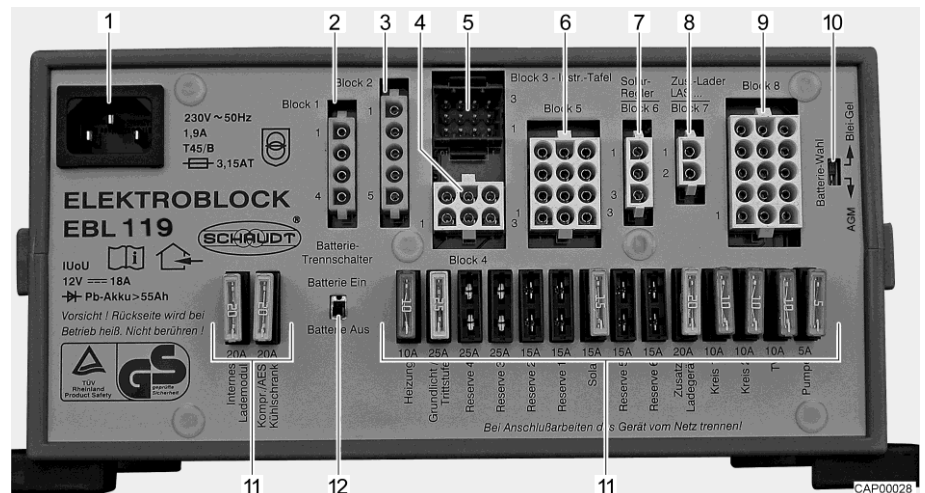

Fig. 44 Bloc électrique (EBL 119)
- Couper l'interrupteur-séparateur de batterie (Fig. 44,12) au niveau du bloc électrique.